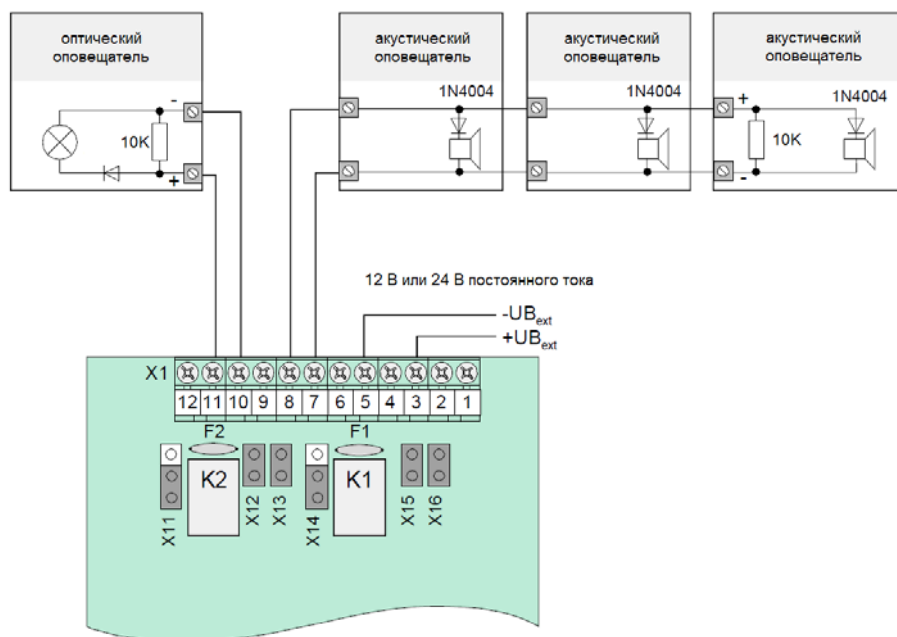

Рис. 5 Реле 1 + 2 с контролем линии и единым питанием внешних устройств
- Реле 1 + 2 с контролем линии до исполнительного устройства (рис.5)